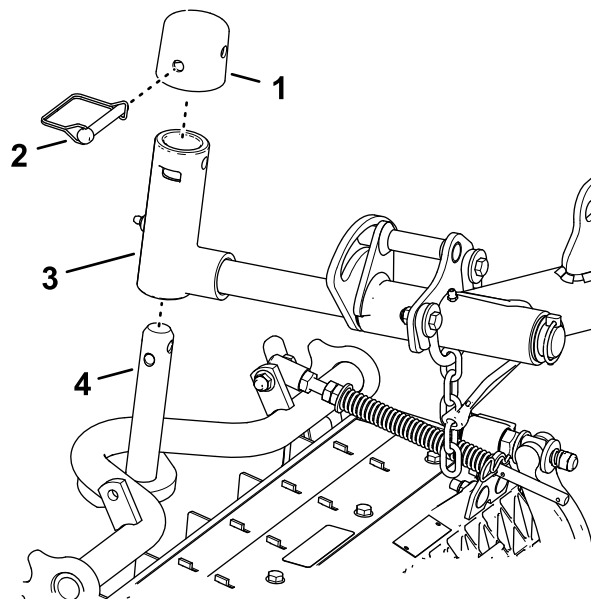

图 25
1. 将滚刀组滑到提升臂下方（图 25）。
**锁定用于在山坡上剪草的滚刀组枢轴**——锁定滚刀组枢轴以防止滚刀组在坡面上剪草时向下坡方向旋转。使用提升臂枢轴（图 25）上的孔锁定滚刀组。将槽用于可偏转的滚刀组。